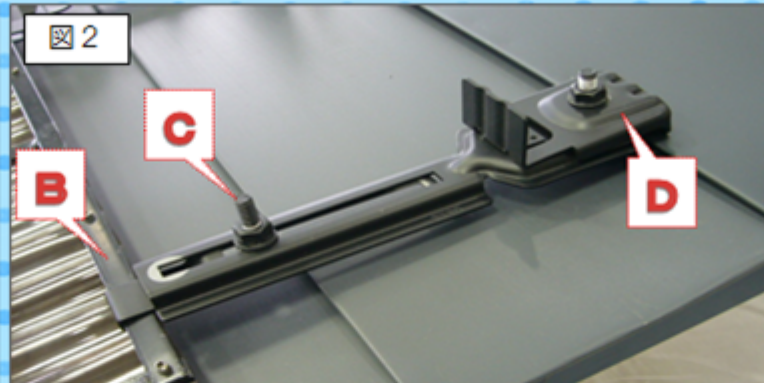

図2
- ②本体B部に取付補助金具(別売)を引っ掛け、D部を固定した後、C部を締める。(図2)